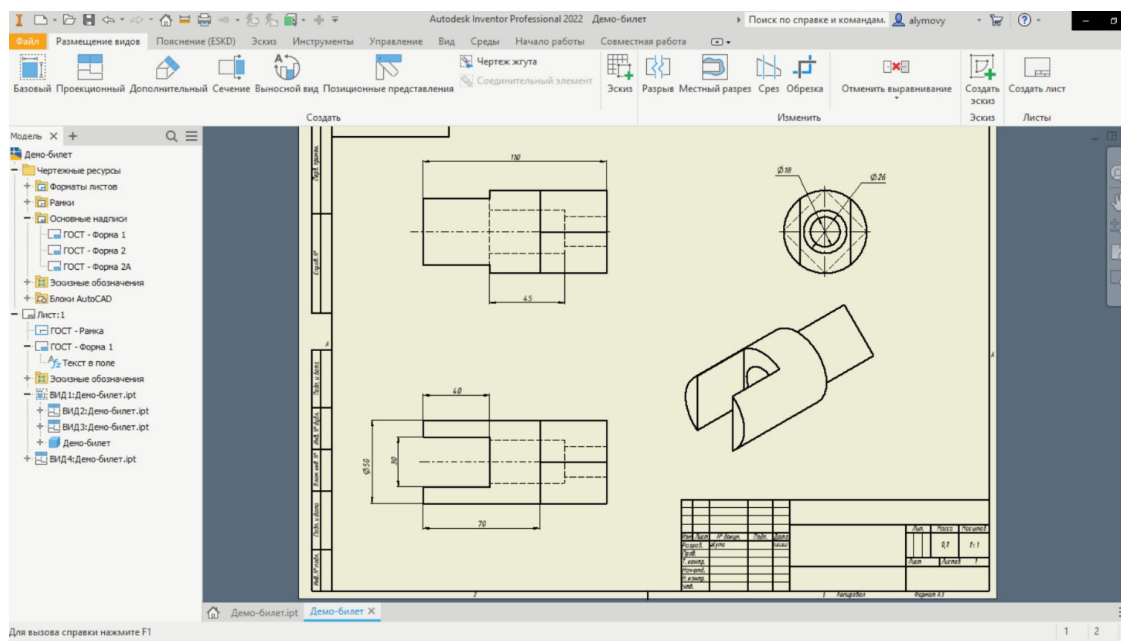

Рис. 17
6. Наносим размеры формы, размеры положения и габаритные размеры на изображениях основных видов. Строим изометрическую проекцию детали (рис. 17).